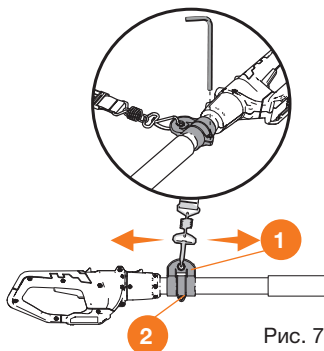

Рис. 7
- Чтобы изменить положение ремня на устройстве, ослабьте крепежный винт ① и переместите крепежное кольцо ② вдоль трубы. Затем затяните винт (Рис. 7).
- Зацепите плечевой ремень за крепежное кольцо ②.